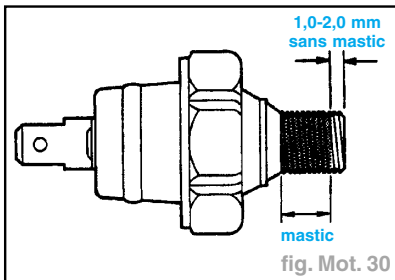

fig. Mot. 30
- Enduire de mastic au silicone les spires du manométrique de pression d'huile (fig. Mot. 30).